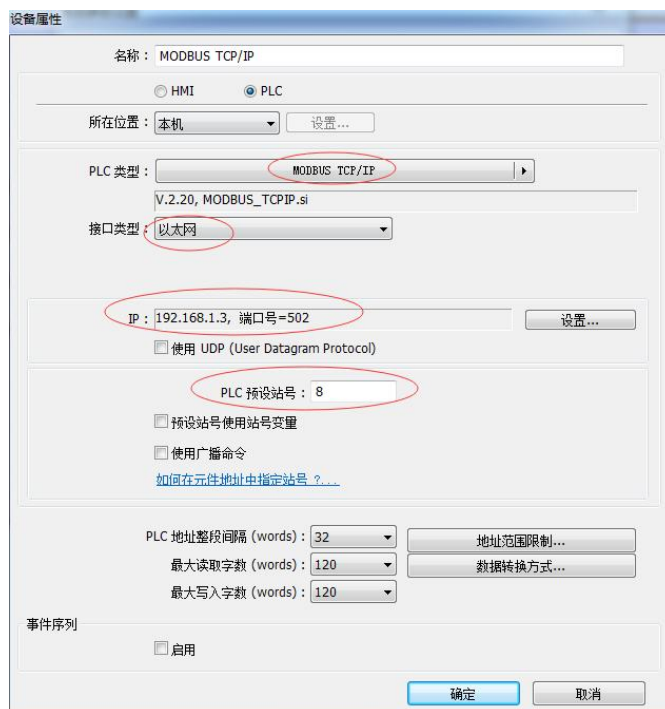

图4.55 HMI设置
- 5) 编写HMI界面。将HMI的通讯端口参数按照图4.55所示配置：